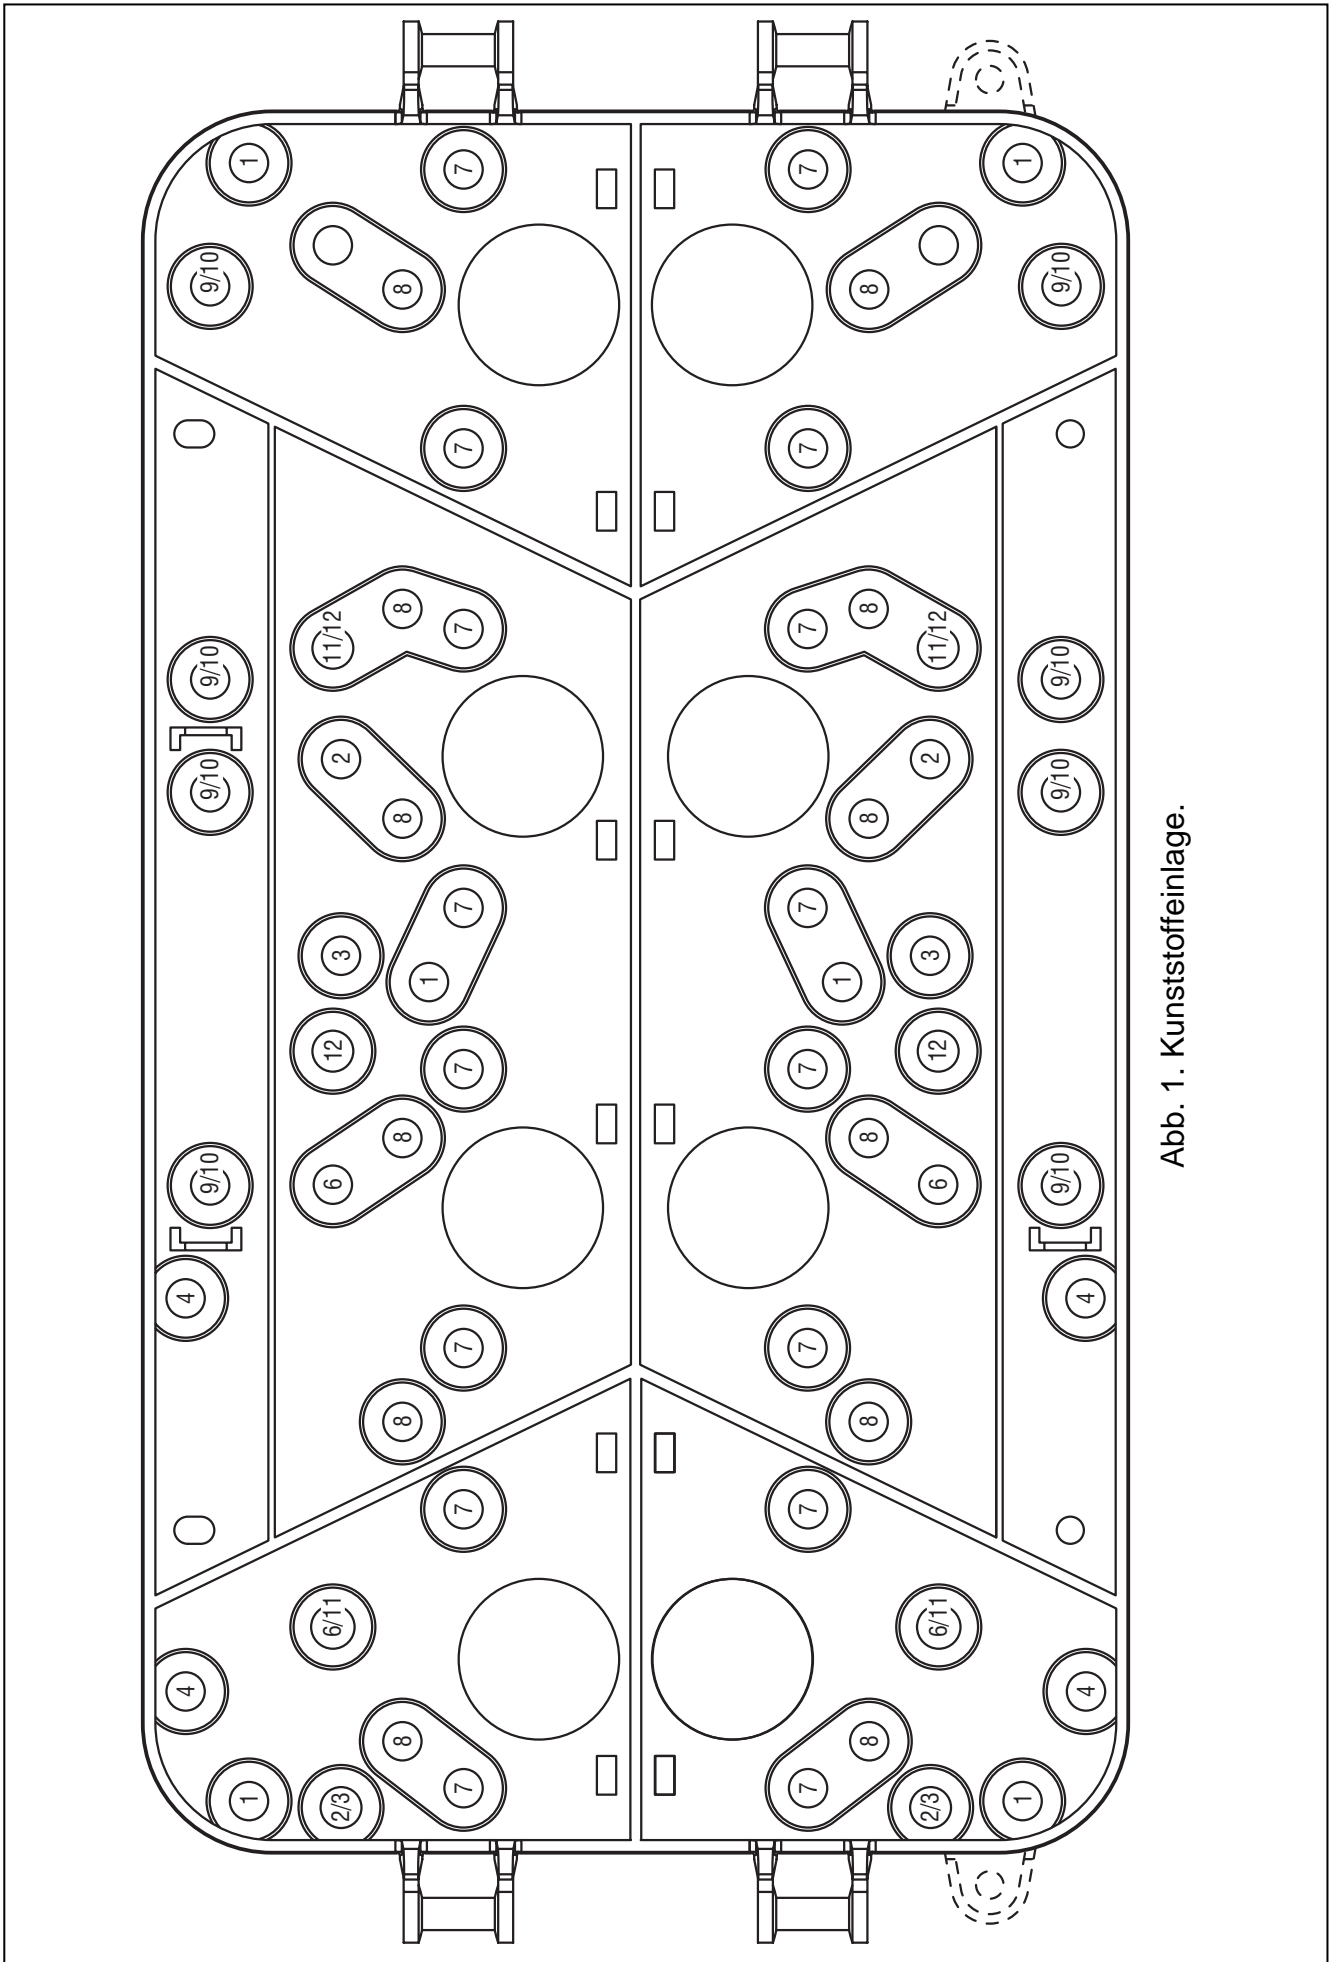

Abb. 1. Kunststoffeinlage.
5. Planen Sie die Erteilung der Komponenten (siehe Abb. 1 und Tab. 1) und setzen Sie in entsprechenden Öffnungen der Kunststoffeinlagen die Bolzen zur Befestigung der Elektronikplatinen ein (prüfen Sie, ob die nicht herausrutschen). Es wird empfohlen, die Platine mit Netzteil auf der inneren an das Unterteil befestigten Einlage zu montieren.
Tabelle 1. Liste von Modulen, die an die Öffnungen der Kunststoffeinlagen des Gehäuses OPU-3 passen (siehe: Abb. 1).